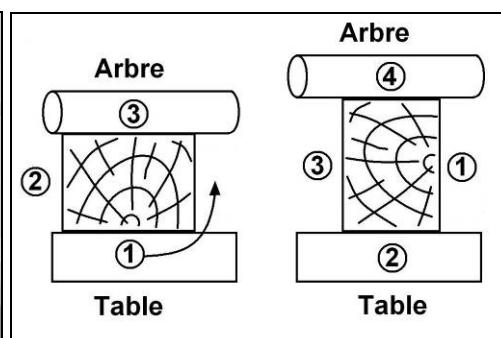

Fig 70
Sur la pièce de bois, commencez à usiner la surface opposée à celle qui a servi de référence (1) lors de l'opération de dégauchissage (Fig 70).
- Placez la surface de référence (1) bien à plat sur la table de rabotage; pour les bois irréguliers, engagez l'extrémité la plus épaisse.
- Vous obtenez ainsi une surface (3) parallèle à la (1).
- Faites pivoter la pièce de bois à 90° de sorte que la surface (2) déjà dégauchie se trouve sur la table (Fig 70).
- Usinez la surface (4) de la même façon que la (3).